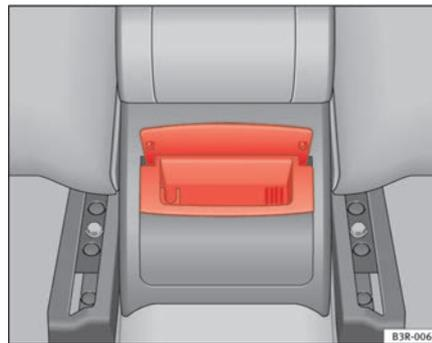

Fig. 126 Cinzeiro traseiro ▶
- Pegue na carcaça pela tampa aberta ⇒ página 152, fig. 126 e retire-a puxando para cima.